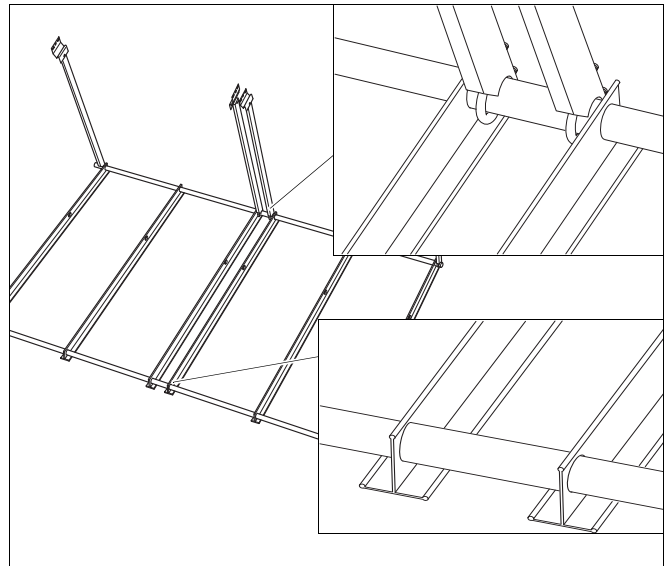

Abb. 12 Zweiter Grundrahmen montieren
- Bauen Sie den zweiten Grundrahmen zusammen und stecken Sie ihn mit den Tragrohren in die langen Distanzrohre des ersten Ständers (Abb. 12).